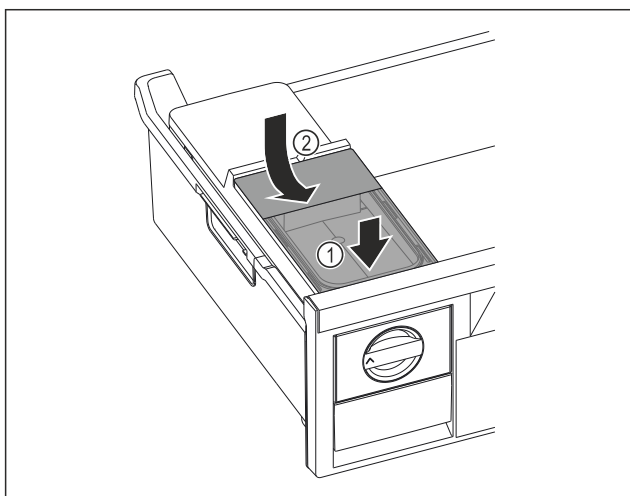

Fig. 49
- ▶ Nasad'te vpředu nádržku na vodu. Fig. 49 (1)
- ▶ Spusťte nádržku na vodu vzadu dolů. Fig. 49 (2)